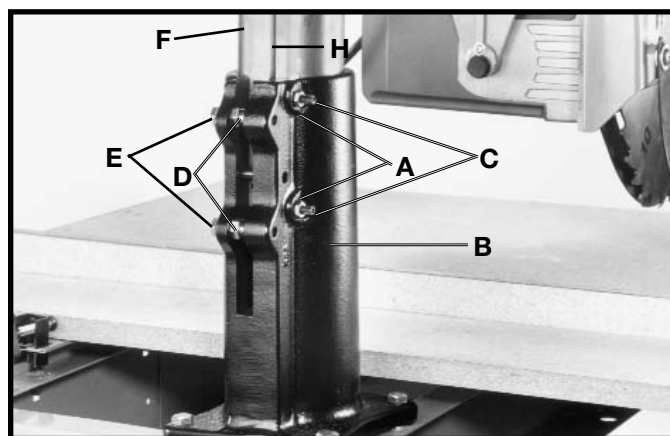

Fig. 65
2. Afloje las tuercas hexagonales (A) Fig. 65 y los tornillos de ajuste de chaveta (C).
3. Los ajustes a la base de la columna (B) Fig. 65 se realizan mediante el aflojado de las tuercas hexagonales (D) y girando los tornillos (E) hasta que la base de la columna quede envuelta de manera segura y que pueda ser elevada o bajada sin ataduras. Apriete entonces las tuercas (D) contra la base de la columna.
4. Después de que se haya quitado todo el movimiento entre la base de la columna (B) Fig. 65 y la columna de elevación (F), apriete los tornillos de chaveta y de ajuste (C) contra la chaveta (H) hasta haber eliminado toda la holgura lateral. Apriete entonces las tuercas hexagonales (A) contra la base de la columna. **AVISO:** Después de ajustar la tensión de la columna, refiérase a "AJUSTANDO EL RECORRIDO DE LA HOJA DE LA SIERRA PARA QUE CUADRE CON LA GUIA" para determinar si el recorrido de la hoja de la sierra ha sido afectado.